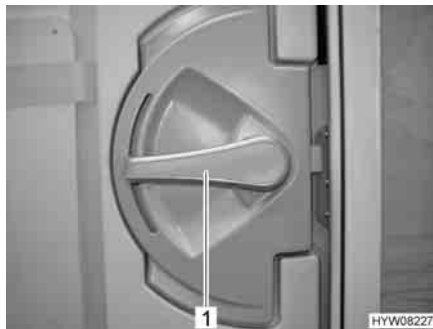

Fig. 27 Serratura della porta di ingresso, lato interno
- Premere la maniglia della porta (Fig. 27,1) verso il basso.
- Ruotare la maniglia della porta (Fig. 27,1) per circa 45° verso l'alto e lasciarla in questa posizione.